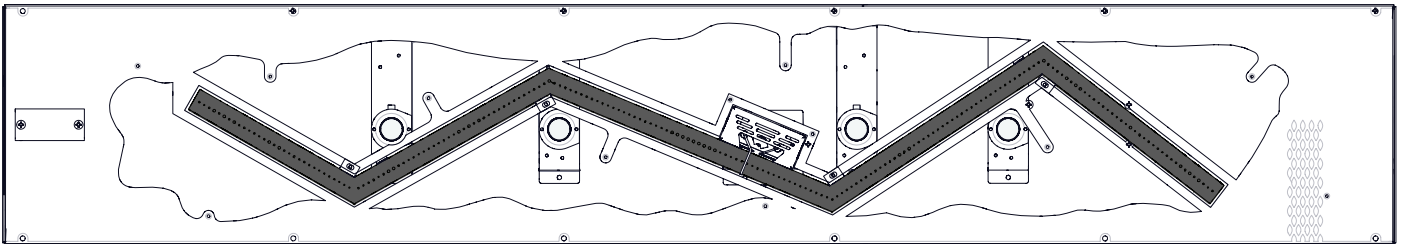

Fig. 1
2. Séparer finement les **braises incandescentes** et les placer sur le brûleur. Évitez de couvrir le grand groupe d'orifices, car cela réduirait la hauteur de la flamme (**Fig. 1**).